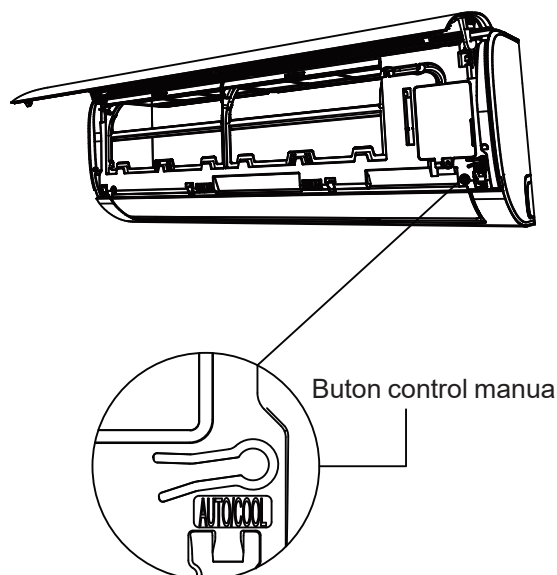

Fig. 9.1
- Butonul pentru control manual este localizat în partea dreaptă a panoului, apăsați butonul de 2 ori pentru a activa modul COOL vezi FIG 9.1